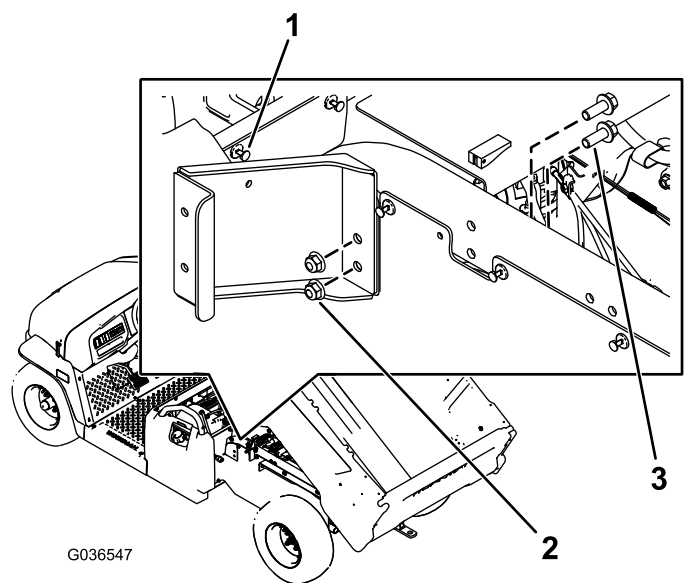

Рисунок 1
- Удалите заклепку с левой панели позади заднего основания сиденья (Рисунок 1).
- Установите левый петлеобразный кронштейн с помощью двух болтов с шестигранными фланцевыми головками (3/8 x 1 дюйм) и двух гаек (3/8 дюйма), как показано на Рисунок 1.